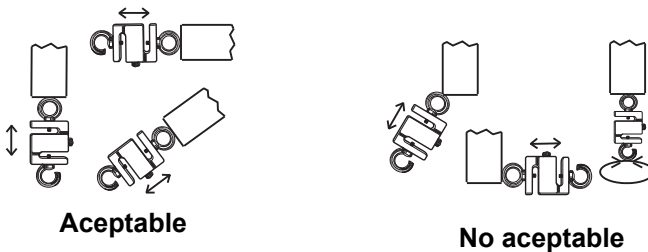

Figura 1 – Ángulos de medición, correcto e incorrecto
Nota: La cabeza sensible con adaptador debe estar en línea con el objeto que va a medir. Evite girar la cabeza sensible. Consulte la Figura 1.
1. Deslice el interruptor **POWER** a la posición **ON (I)**. Si lo desea, invierta la pantalla LCD con la tecla **Display Reverse**.
3. Toque el adaptador al objeto que va a medir en línea recta. Consulte la Figura.1.